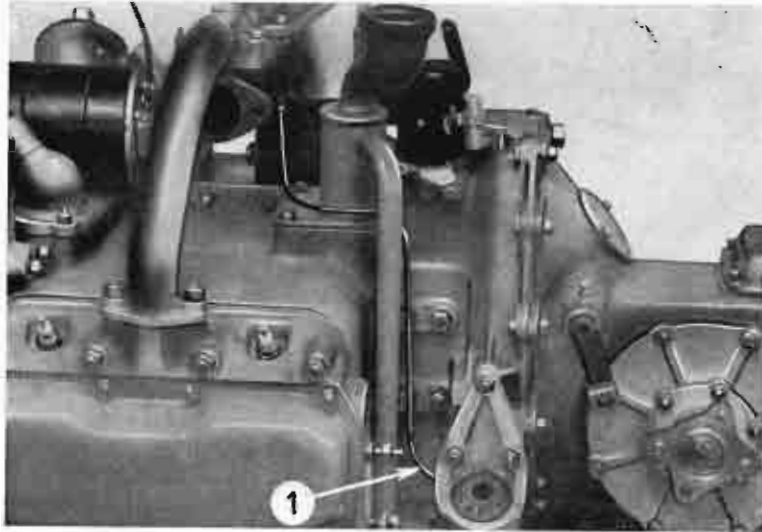

Fig. 44
Pour éviter de dévisser le raccord d'arrivée, on peut donner quelques coups d'accélérateur. S'il coule de l'essence par le trop-plein (1) (fig. 44), c'est une preuve qu'il y en a dans la cuve du carburateur. Ce procédé a toutefois l'inconvénient de noyer la tubulure d'admission et lorsque la panne aura été découverte, il faudra repousser la tirette du starter et accélérer à fond pour appauvrir le mélange.